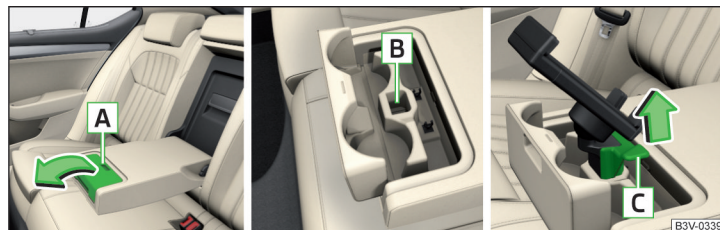

Fig. 136 Deschiderea compartimentului de depozitare/ spațiul pentru suport / demontarea suportului
- Pentru **montare**, prindeți capacul de degajare și deschideți-l în sensul săgeții » fig. 136.